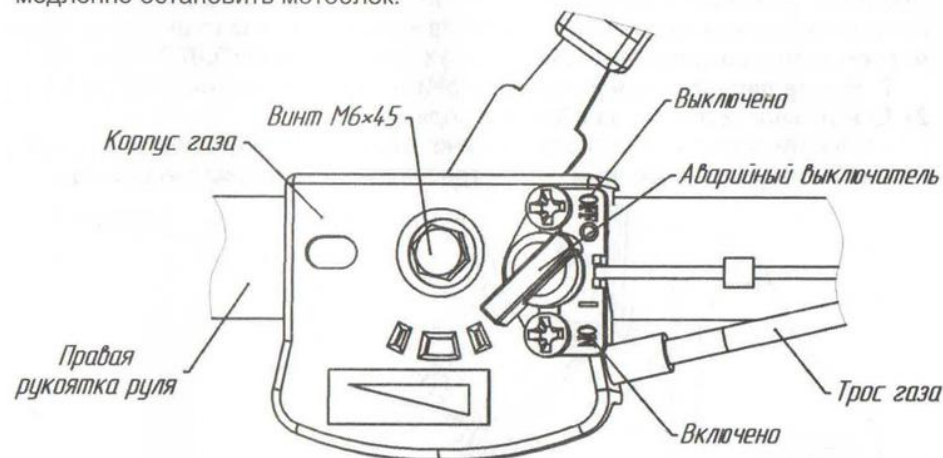

Рис.9. Механизм управления дроссельной заслонкой (газом) двигателя. Аварийный выключатель
- установить ручку газа на рукоятке руля в положение "О" ("СТОП") (рис.5) или аварийный выключатель в положение "OFF" (рис.9);